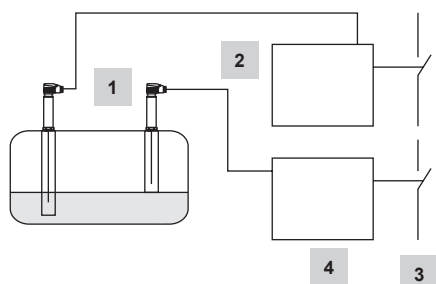

Fig. 10
- Fig. 10** Association de 2 sondes de niveau LP40 et de 2 limiteurs de niveau LCS3050 en qualité de limiteur de niveau d'eau. Le limiteur de niveau ouvre deux circuits de sécurité séparés. Sécurité opérationnelle IEC 61508 SIL 3. Autres applications conformément aux réglementations nationales